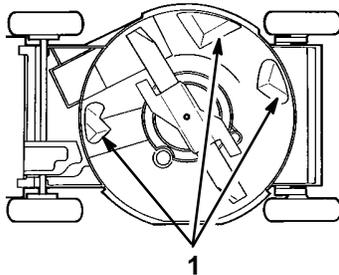

Figure 26
Pour préserver un fonctionnement optimal, le dessous du carter de tondeuse doit rester propre. Veiller particulièrement à ce que les plaques de déflexion ne soient pas couvertes de débris (Fig. 26).
3. Basculer la tondeuse sur le côté gauche (Fig. 26).